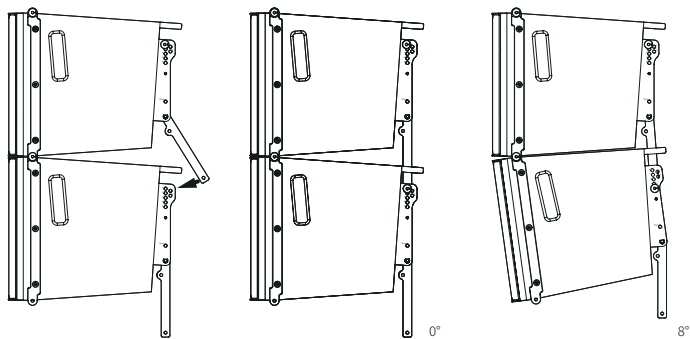

图14. M-F3A PRO 线阵列的前后连接
7. 将第一个音箱的折叠式连接臂与第二个音箱背部相连, 并将第二个音箱的安全插销锁定在合适的孔位, 设置所需的目标角度, 共有九个角度可供选择, 如图 14 所示。